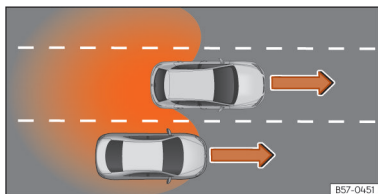

Рис. 133 Випередження центральною смугою із подальшим переходом на праву смугу.
- Коли ви випереджаєте інше авто »» **рис. 133** з різницею швидкостей приблизно 10 км/год. Якщо випередження відбувається на більшій швидкості, система не видаватиме попередження.